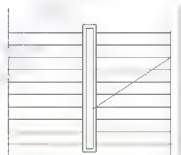

图 2.120 延伸斜线下端至扶手外侧
(2) 用【延伸】命令(快捷键EX),将斜线下端延伸至扶手的外侧,结果如图2.120所示。